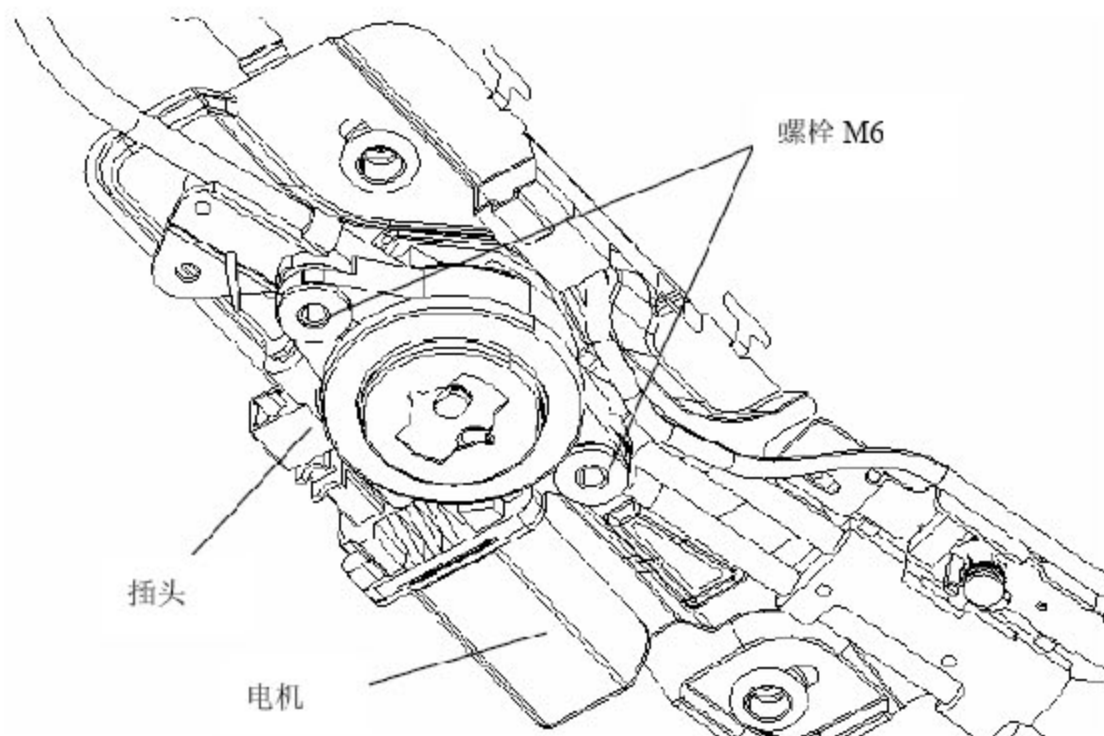

图 8-90 拆天窗电动机
- 2). 按图 8-90 所示方法断开并取下插头，卸下螺栓。